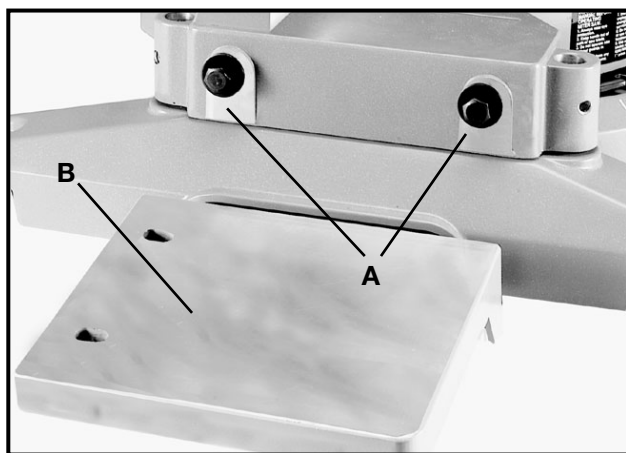
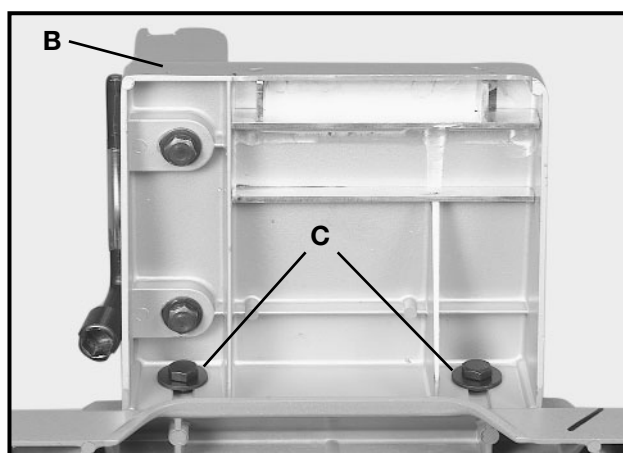
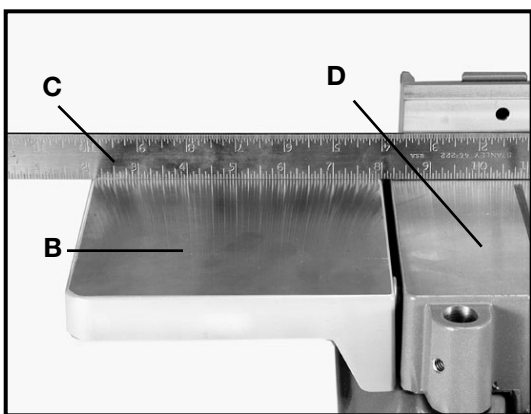

Fig. 7A
Fig. 7B
Fig. 7C
1. Placez une rondelle plate sur chacun des ensembles de vis de 3/4 po de longueur (A) fig. 7A, et vissez ces deux vis (A) dans les deux trous taraudés sur le côté gauche de la scie.
2. Montez la rallonge de table (B) fig. 7A et 7B, sur le côté gauche de la table de la scie en vous assurant que la rainure de la rallonge (B) se trouve sous les rondelles plates (C), comme l'illustre la fig. 7B.
3. À l'aide d'une règle (C) fig. 7C, assurez-vous que la rallonge (B) se trouve de niveau avec la table (D) et serrez les deux vis (A) fig. 7B.